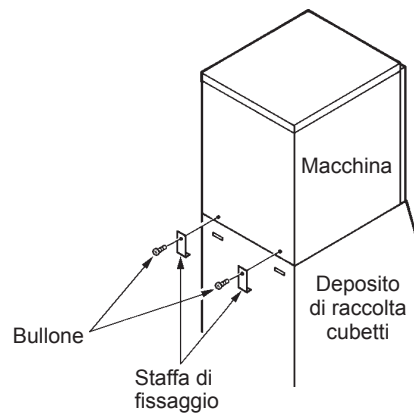

Fig. 4
- 4) Fissare la macchina al deposito di raccolta cubetti, servendosi delle due staffe di montaggio e dei due bulloni in dotazione. Vedere Fig. 4.